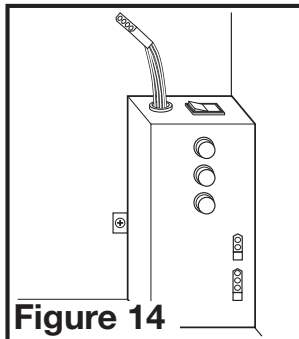

Figure 14
- 3c. **MODÈLES DÉTECTION DE MOUVEMENT:** Branchez les cordons du moteur du ventilateur à 2 et 3 broches de connexion rapide dans les connecteurs situés sur le côté du couvercle du compartiment de fil. Branchez le cordon à 3 broches de connexion rapide à partir du capteur de mouvement sur le gril dans le connecteur sortant de la partie supérieure du compartiment de fil. Ces cordons ne peuvent être insérés que dans un seul sens dans les connecteurs (Figure 14).